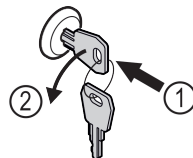

Fig. 181
- ▶ Trykk inn nøkkelen. Fig. 181 (1)
- ▶ Vri nøkkelen 90° mot klokka. Fig. 181 (2)